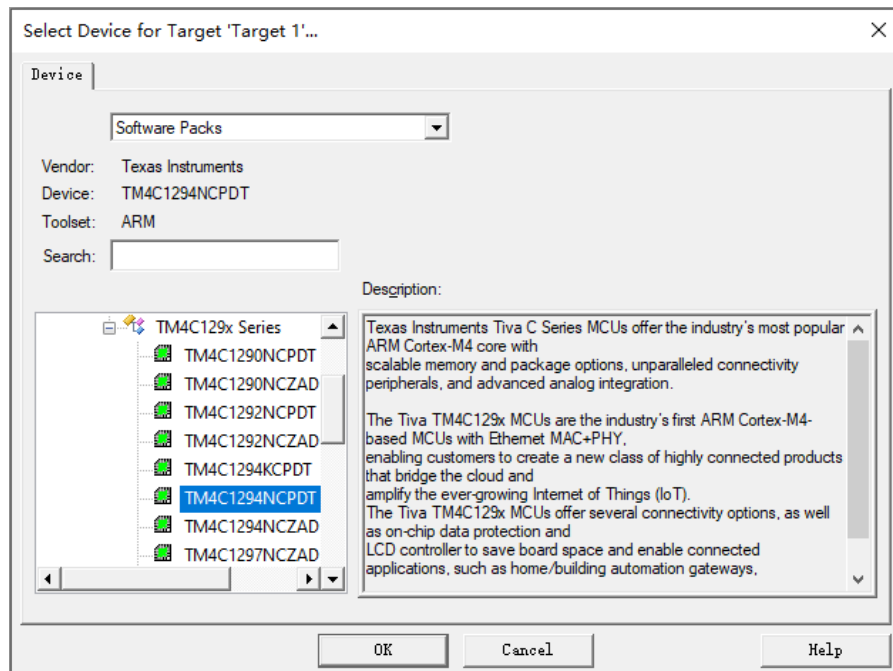

图 2 选择设备 TM4C1294NCPDT
2. 打开 KEILuVision5, Project→New uVisionProject, 新建一个项目。选择目录 *C:\A2000TM4\EXP0* 后, 建立新项目 exp0。选择设备如图 2 所示: